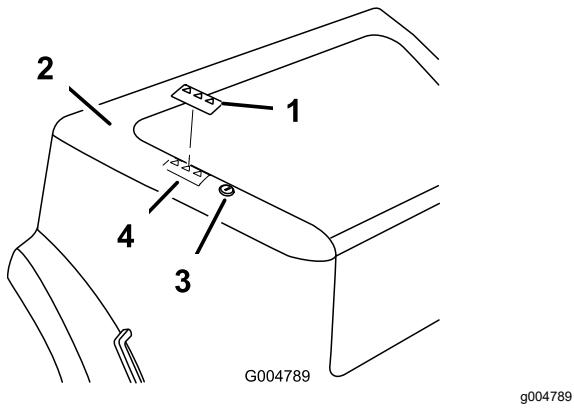

図 10
1. フード上のデカル貼り付け場所を十分にきれいにする図 10。
3. 安全デカルの裏紙をはがし、図 10のようにデカルをフードに貼り付け、デカルの中央部から縁の方に外側に向かって押し広げるようにして貼り付ける。